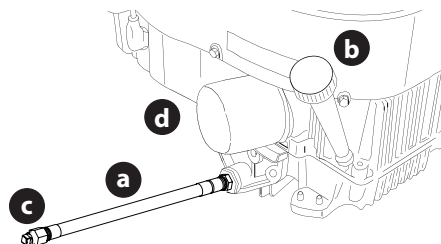

Figure 40
1. Repérez le boyau de vidange d'huile (a) sur le côté du moteur (Figure 40).
2. Placez un récipient adéquat d'une capacité minimum de 2,37 l (2,5 quarts) sous l'extrémité du boyau de vidange d'huile pour recueillir l'huile usée. Enlevez le bouchon de remplissage et la jauge d'huile (b) du tube de remplissage d'huile (Figure 40).
3. Tenez l'extrémité libre du boyau de vidange d'huile au-dessus du récipient collecteur, puis dévissez le bouchon à tête carrée (c) du boyau de vidange d'huile (Figure 40). Vidangez l'huile du moteur dans le récipient.
5. Retirez le filtre à huile et laissez l'huile s'écouler dans le récipient (Figure 40).
6. Remplacez le filtre à huile (d) et remplissez le moteur avec de l'huile neuve selon les instructions de la notice d'utilisation du moteur (Figure 40).